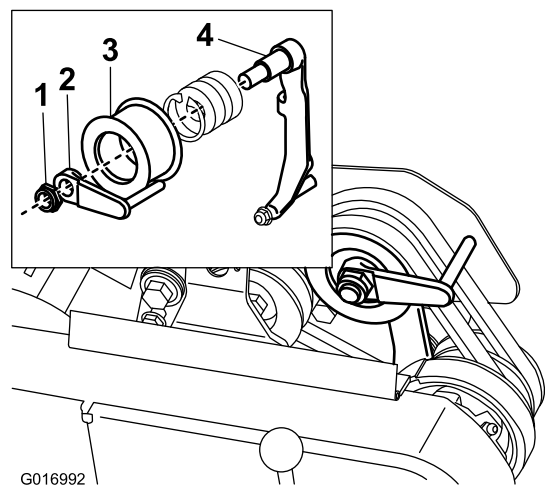

Figura 44
8. Per spingere o tirare la macchina più agevolmente senza avviare il motore, regolate il guidacinghia (Figura 44, inserto) come segue.